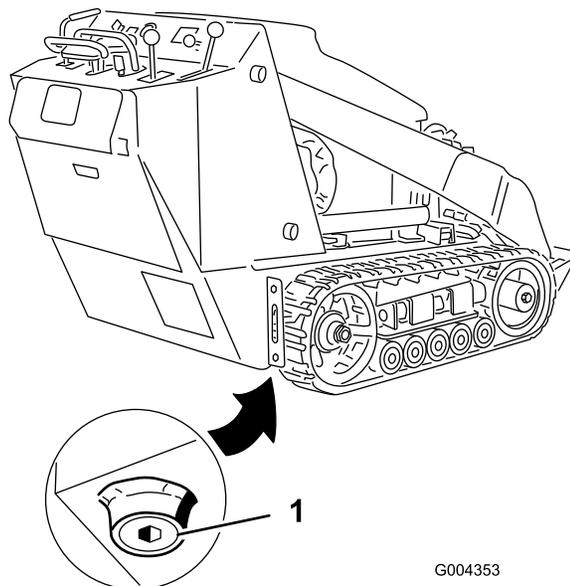

Figure 28
4. Enlevez le bouchon de vidange (Figure 28).